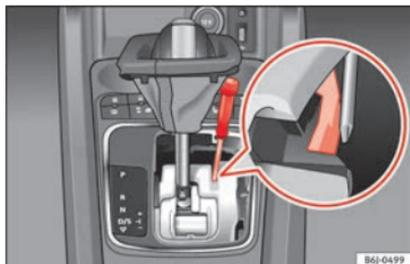

Fig. 46 Desbloqueio de emergência da alavanca de seleção.
- Pressione com um dedo a peça amarela de plástico, no sentido da seta » Fig. 46. »